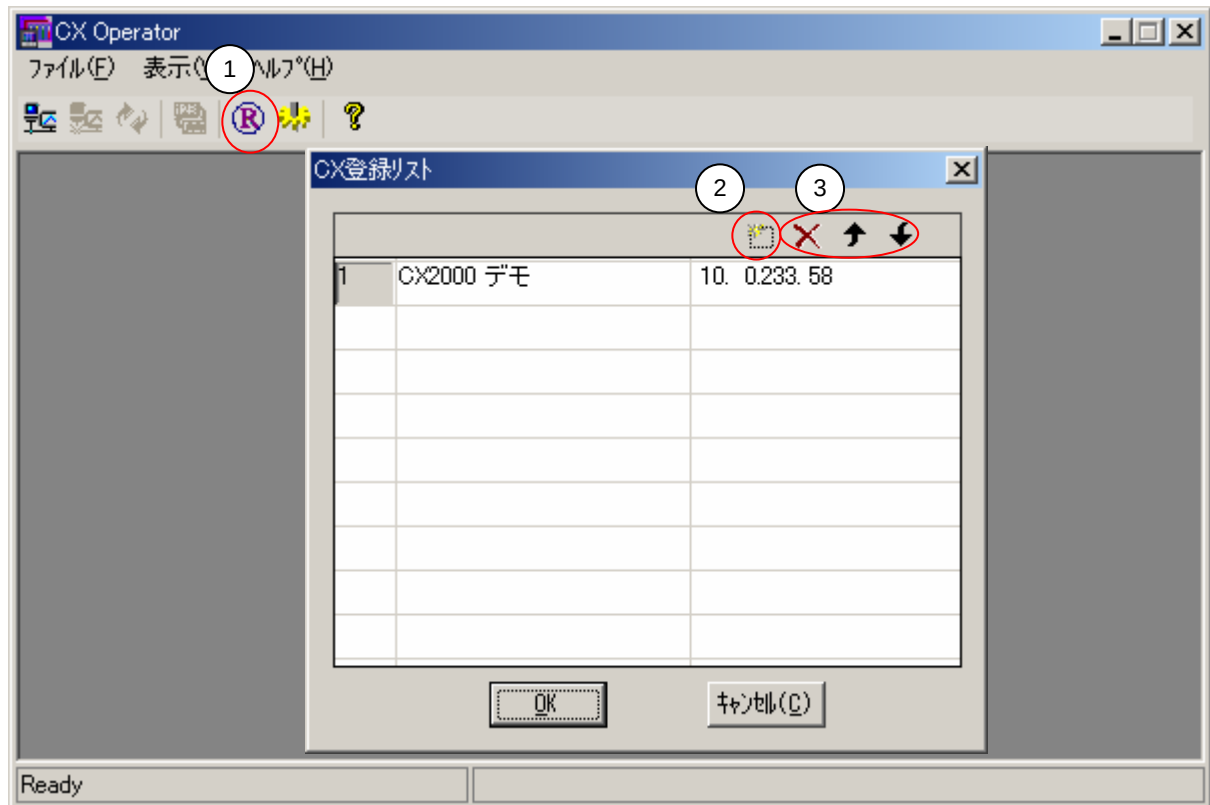

図1 登録用ダイアログ BOX
1. CX オペレータを起動し、メニューから「ファイル」のサブメニュー「CX の登録」を選択するか、図 1①をクリックして図 1の登録用ダイアログボックスを表示します。
2. 図 1 ②の CX 新規登録ボタンをクリックして登録リストにホスト名（接続先 CX の登録名）と IP アドレスを記入します。図 1③選択項目削除・選択項目上へ/下へのボタンにより、登録した CX を削除したり、CX の登録順序を入れ替えたりすることができます。